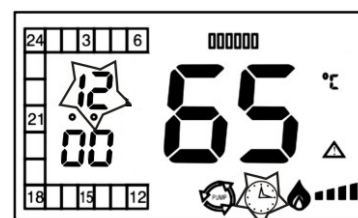
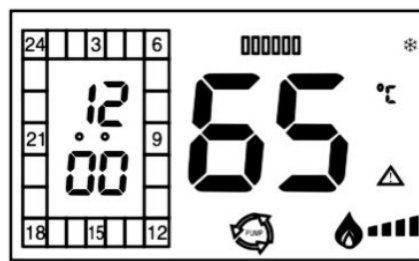

Рис. 7
Рис.9
7. Подключить комнатный регулятор температуры при помощи двухжильного провода 2x0,75мм2 к клеммам котла **беспотенциальный вход -220 вольт не подавать** (рис.7).
Когда котел находится в режиме отопления, нажатием кнопки [TIMER] включаем таймер, загорается индикатор таймера (рис.9) и котел начинает работать по времени установленному на шкале таймера. При повторном нажатии кнопки [TIMER] выключается индикатор таймера (рис.7), и котел продолжает работу в режиме отопления без учета времени.